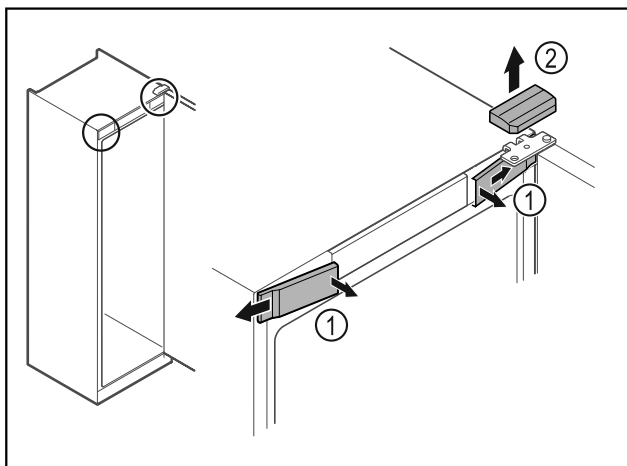

Fig. 8 \*
- ▶ Uvolněte uvnitř přední kryty Fig. 8 (1) a sejměte je stranou.\*
- ▶ Horní kryt Fig. 8 (2) odeberte směrem nahoru.\*